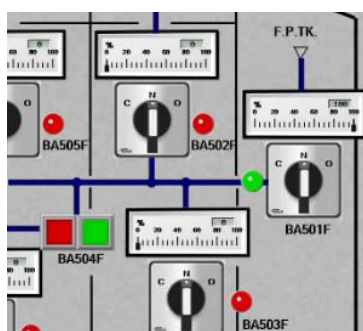

Figura 66- vàlvula crossover
2. En aquest cas també obrirem la vàlvula de *crossover* BA504F per poder obtenir més caudal. (Figura 66)
1. En primer lloc, obrirem la vàlvula de succió del tanc de proa BA501F. L'obrirem al 100% i esperarem que el LED verd s'encengui (*Figura 66*).